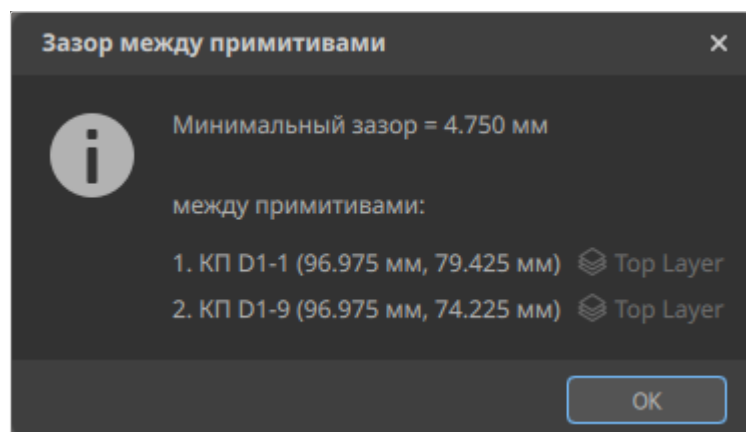

Рисунок 104. Результаты измерений зазора
- 3) Нажать левой кнопкой мыши на второй примитив. Отобразится всплывающее окно «Зазор между примитивами» с результатами измерения минимального расстояния между выбранными примитивами (см. рисунок 104).